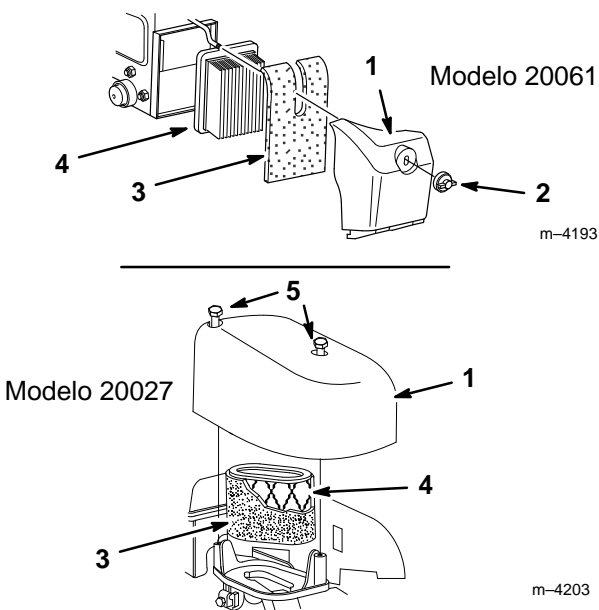

Figura 13
2. Saque la tuerca o los tornillos que sujetan la cubierta del depurador de aire (dependiendo del modelo, vea la Figura 13).